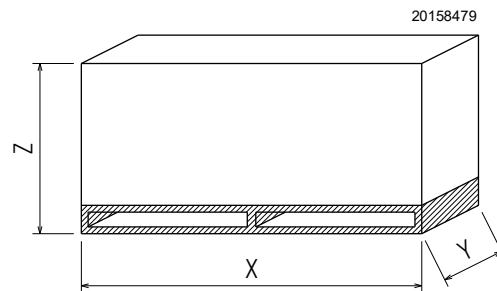

Fig. 1
- L'emballage du brûleur (Fig. 1) s'appuie sur une plate-forme en bois qui convient tout particulièrement aux chariots élévateurs. Les dimensions d'encombrement de l'emballage sont indiquées dans le Tab. D.